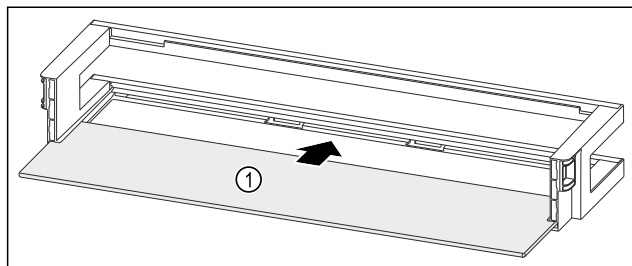

Fig. 123 Dveřní přihrádka s odkládací plochou
- Odkládací plochu Fig. 123 (1) zasuňte do bočních vybrání.